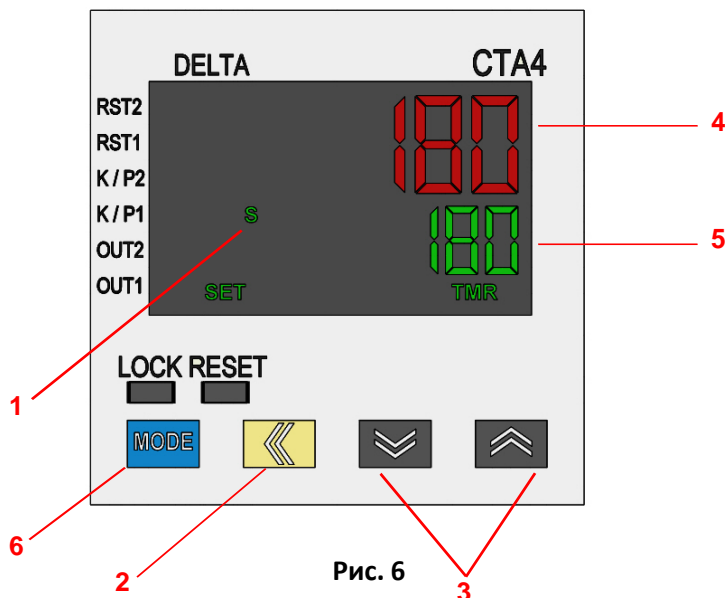

Рис. 6
3. Нажмите желтую кнопку со стрелкой влево (элемент 2, рисунок 6), чтобы войти в режим установки. Первая цифра в правом столбце на дисплее установки значений (элемент 5, рисунок 6) начнет мигать.
4. Нажмите кнопки со стрелками ВВЕРХ или ВНИЗ (позиция 3, рисунок 6), чтобы установить первую цифру в выбранном столбце.
7. Когда на дисплее появится желаемое значение установленного значения, нажмите синюю кнопку MODE (элемент 6, рисунок 6), чтобы установить время.